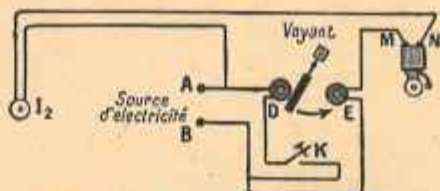

FIG. 155. — Montage d'un des voyants.
(1) Avant de se rendre à l'appel, la personne dont on requiert les services doit faire disparaître le voyant en appuyant sur le bouton de disparition K (fig. 155 et 156). De cette façon, au prochain appel, il ne pourra se produire ni confusion, ni incertitude.
de la figure 155 a alors pour effet de soulever le crochet et le volet bascule; il n'y a naturellement pas de circuit de disparition, et il est nécessaire de replacer chaque volet à la main.